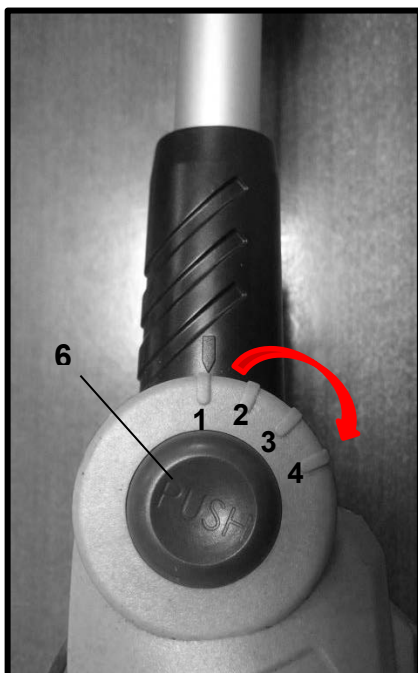

Рис.13
- Удерживая штангу одной рукой, ослабьте муфту регулировки (7) вращая по стрелке **UNLOCK**.
- Установите необходимую длину рукоятки и затяните муфту регулировки (7) вращая по стрелке **LOCK**.
7.7. Регулировка угла наклона двигателя (Рис.13,13а).
Рис.13а
- Для регулировки двигателя в одно из 4х фиксированных положений, необходимо нажать на кнопку фиксации (6) и переместить штангу в одно из положений, совместив при этом стрелку на штанге с указателем положения на корпусе двигателя (Рис.13,13а).
- Отпустите кнопку (6), двигатель зафиксируется в одном из выбранных положений.